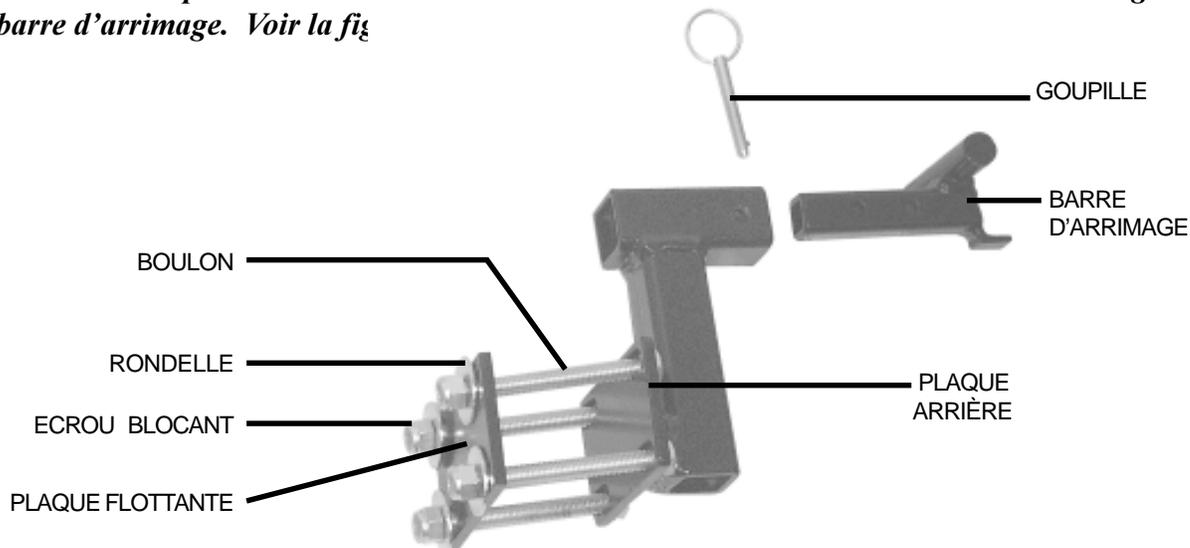

FIGURE 17.
Voir la **figure 17** pour le bon assemblage du dispositif arrimage.
2. Placez la plaque arrière du dispositif contre le devant du mât du siège. **Voir la figure 17.**
3. Placez la plaque flottante sur la face opposée de la base du mât. **Voir la figure 17.**